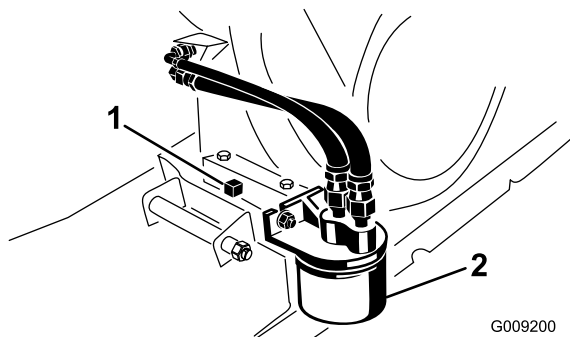

図 41
5. ドレンプラグの下に、容量1.8リットル程度の大きさのオイル受け容器をおく (図 41)。
6. ドレンプラグを抜きシールを外す(図 41)。
2. 既存のオイルフィルタを外す 図 41。
4. ガスケットが取り付けプレートに当たるまで手で回して取り付け、そこから更に 1/2-3/4 回転増し締めする 図 41。